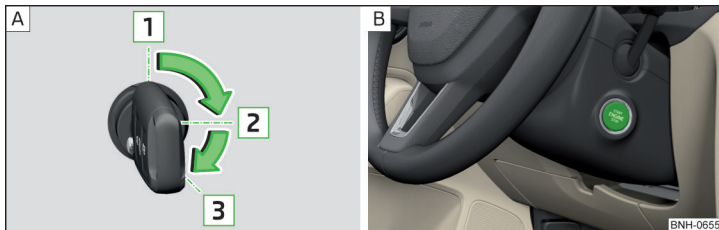

Fig. 186 Pozițiile cheii autovehiculului în butucul de contact / butonul de pornire
Pozițiile cheii autovehiculului în butucul de contact » fig. 186 - [A]
» Apăsăți butonul » fig. 186- [B], contactul se cuplează/decuplează.
- » La autovehiculele cu **butuc de contact**, rotiți cheia în poziția **3** » fig. 186 la pagina 166 - [A], are loc procedura de pornire. Apoi eliberați cheia, motorul pornește automat.
- » La autovehiculele cu **buton de pornire**, apăsați scurt butonul » fig. 186 la pagina 166 - [B], motorul pornește automat.
- » La autovehiculele cu **butuc de contact**, rotiți cheia în poziția **1** » fig. 186 la pagina 166 - [A].
- » La autovehiculele cu **buton de pornire**, apăsați butonul » fig. 186 la pagina 166 - [B], motorul este oprit simultan cu decuplarea contactului.
► Mențineți apăsat butonul » fig. 186 la pagina 166 -  sau apăsați-l de două ori în interval de 1 secundă.